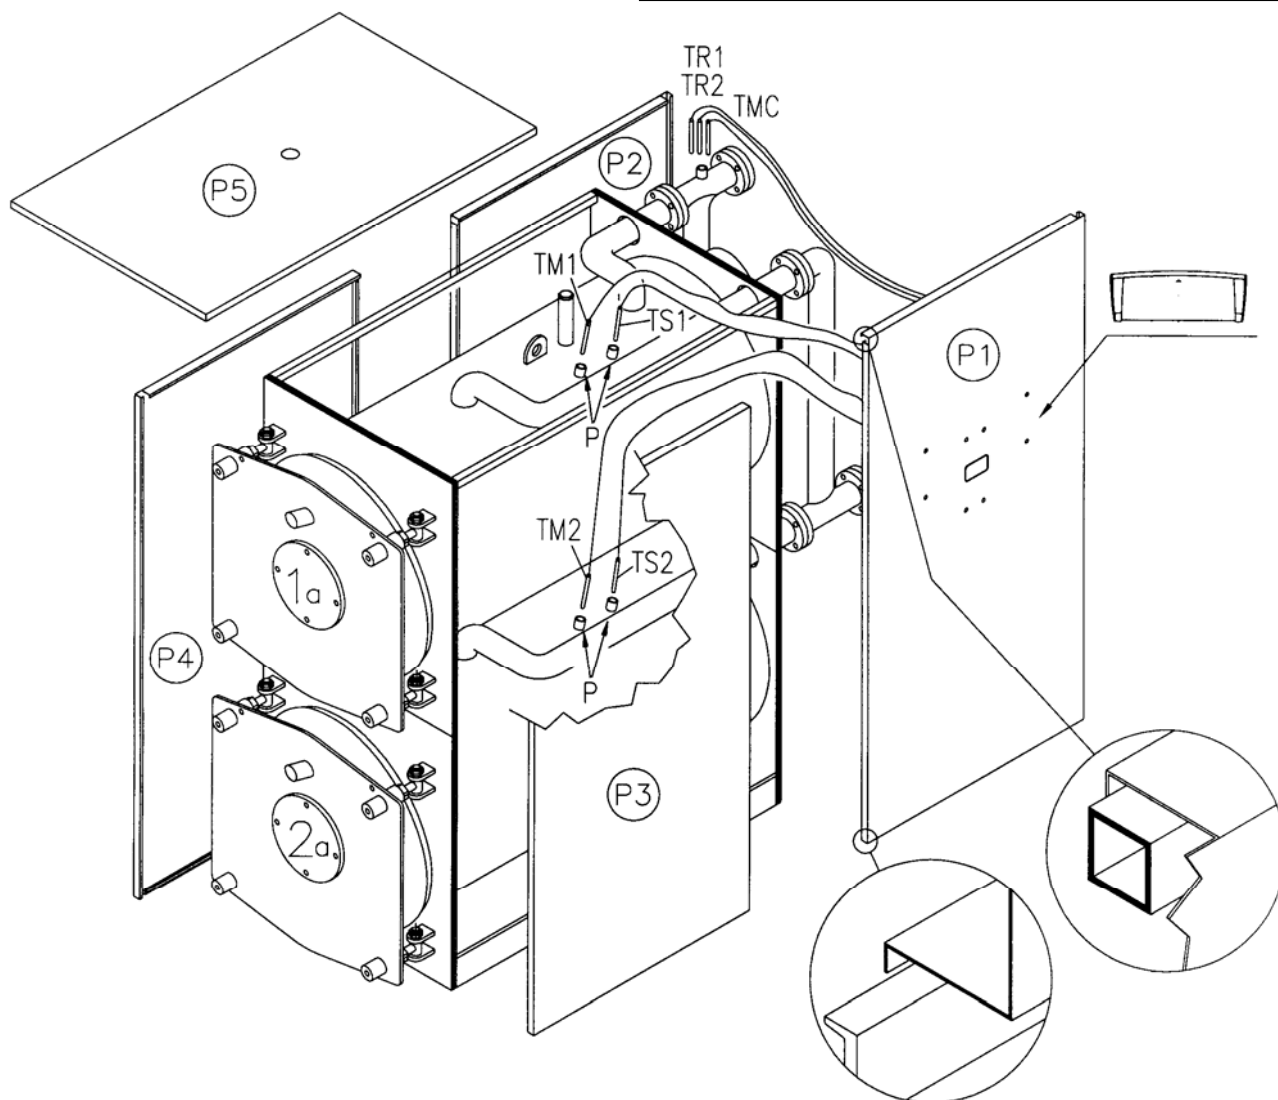

Рис. 10
4.4 ОБШИВКА КОТЛА REX DUAL/REX DUAL F 14÷70 (Рис. 10)
- Обернуть стекловатой корпус котла, оставив видимыми зумпфы для колб (P), расположенные на правой стороне.